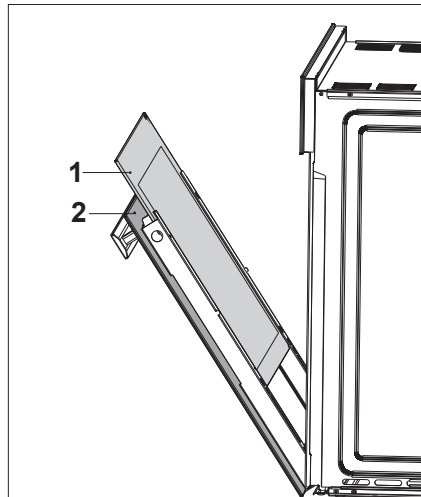

Abb. 30
- Nehmen Sie die interne Lampe aus dem Gerät, um sie zu beleuchten (Abb. 30).